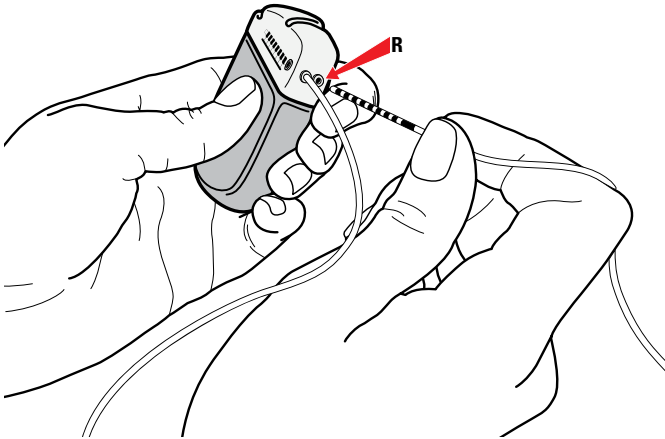

Figure 42. Connexion au port R du GII
2. Connecter la sonde-extension de l'hémisphère droit au port R (ou D) (Figure 42).